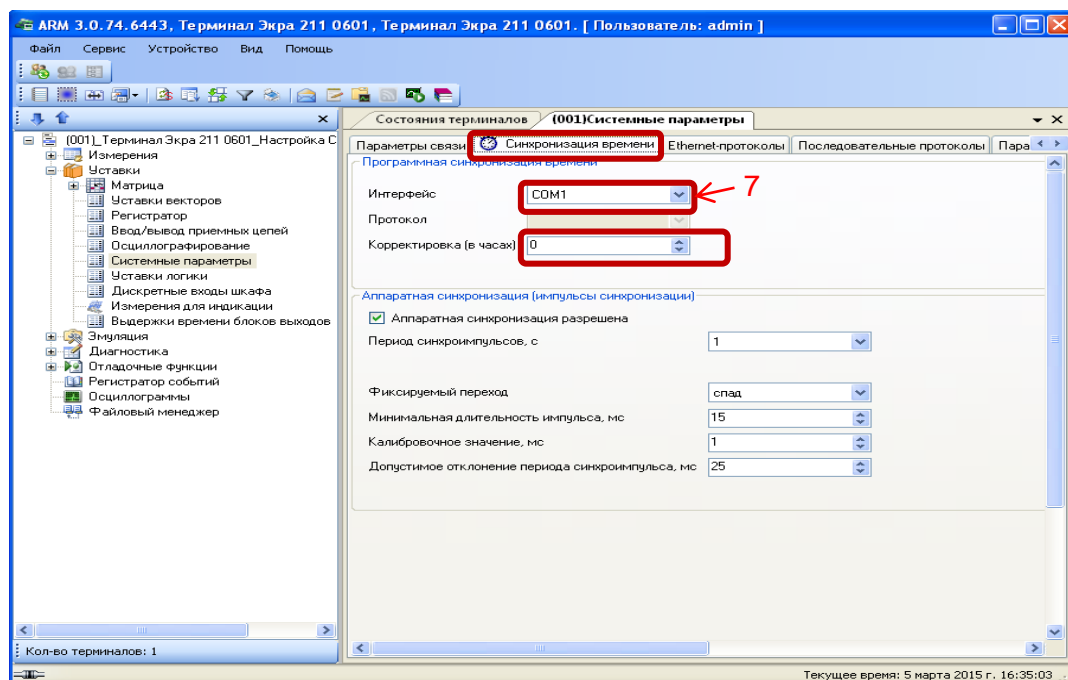

Рисунок 3 – Настройка синхронизации времени для протокола МЭК 60870-5-103
2.2.2 На вкладке **Синхронизация времени** в выпадающем списке **Интерфейс** выбрать интерфейс, на который назначен протокол **МЭК 60870-5-103** (см. рисунок 3, обозначение 7).
2.2.3 Если необходимо задать разницу во времени между терминалом и источником времени на вкладке **Корректировка (в часах)** (см. рисунок 3) выставить требуемую разницу в соответствии с проектом. Значение по умолчанию 0.